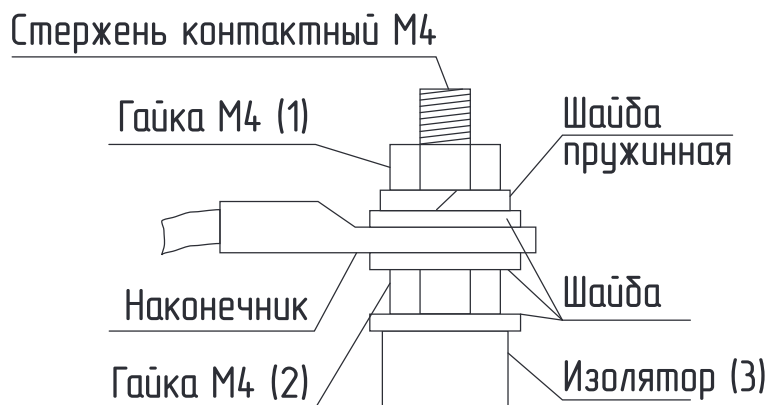

Рис.14 Присоединение проводов к выводам блок ТЭН
- при замене блок ТЭН присоединение фазных проводов к выводам блок ТЭН производить согласно **Рис.14**. Сечение кабеля указано в **таблице 1**;
- провод нейтрали N подключить на перемычку блока ТЭН (**Рис.14**).